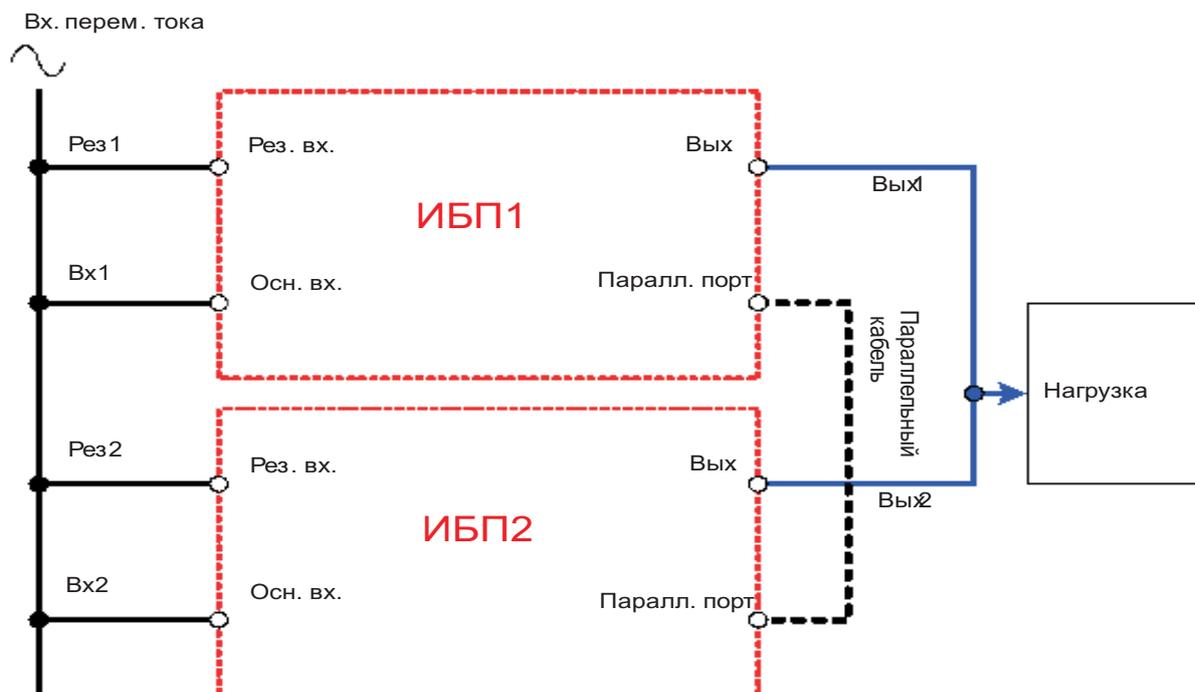

Рис. 4-3. Электрическая схема соединений. Резервирование за счет параллельного подключения нескольких ИБП к одной питающей линии
6. Соедините порты ИБП1, ИБП2, ИБП3 и ИБП4 кабелем параллельного интерфейса (см. рис. 4-3).